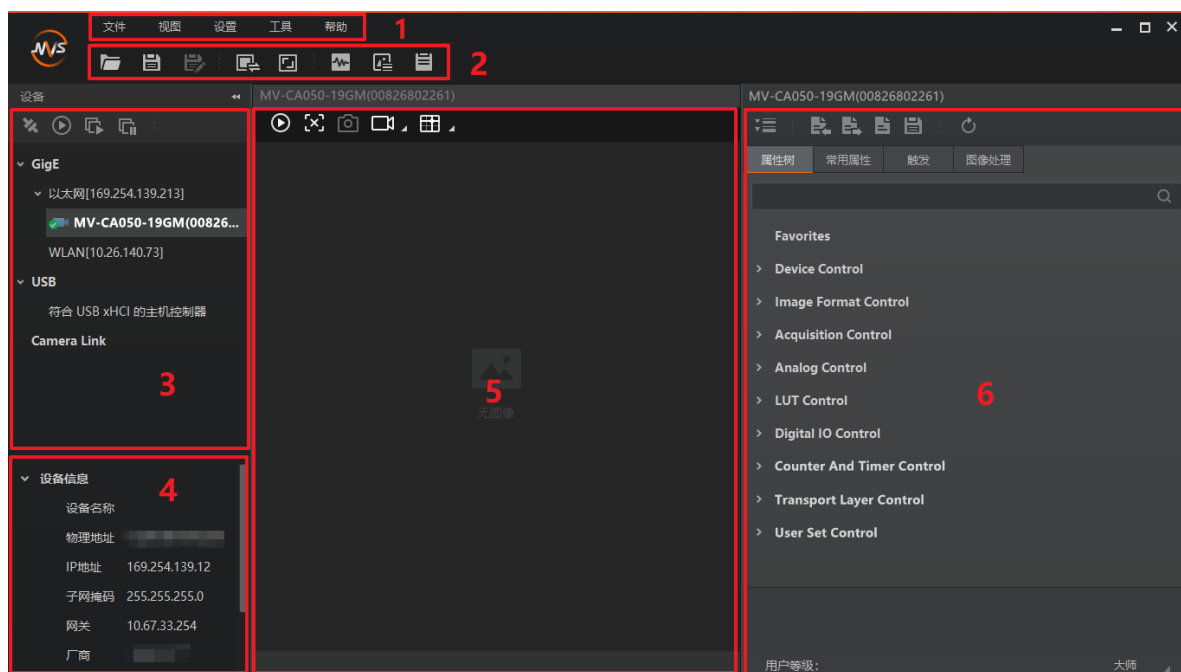

图2-8 软件主界面
3. 枚举到设备后，双击连接设备，MVS 客户端主界面如图 2-8 所示。